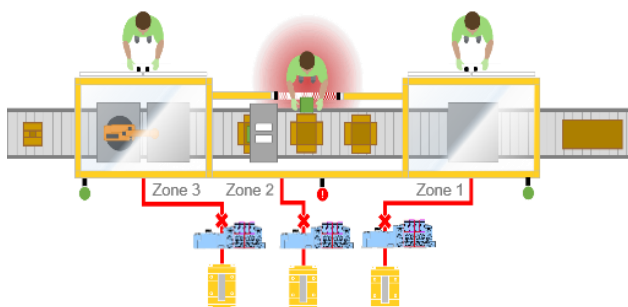

Figura 1: método tradicional
Cabe destacar que, durante un ciclo continuo de producción, como se indica a continuación (figura 1), es posible que la capacidad de ciclo de vida de la válvula de descarga redundante no permita al usuario alcanzar el nivel de rendimiento (PL) necesario.
Con el enfoque de seguridad por zonas, es posible un diseño mucho más simple que permite un funcionamiento seguro sin necesidad de ventear el aire de todo el bloque de válvulas (manifold). Tres zonas independientes dentro de un solo bloque de válvulas (manifold) con capacidad de seguridad de zonas controlarían independientemente la función de seguridad en las tres estaciones de carga. Los colectores adicionales, válvulas de descarga y nodos de bus de campo que se muestran en la figura 1 no serían necesarios.